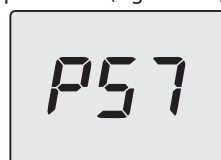

Figura 5.34
- Scorrere i vari parametri utilizzando i tasti 13 (indietro) o 15 (avanti) fino a far apparire sul display LCD le lettere **P57** che si alternano con il valore del parametro (Figura 5.34).